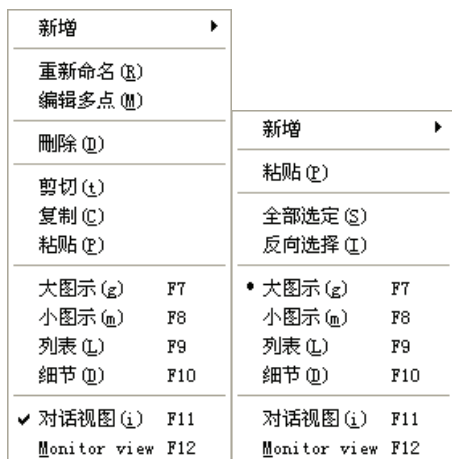
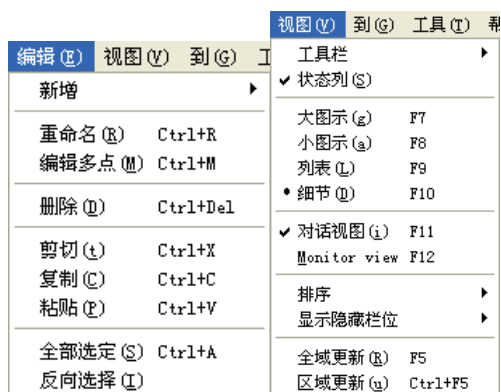

图 3-16 右键快捷选项
图 3-17 编辑与视图选项
欲进行进一步的编辑时，可在项目管理区或编辑工作区的某项目上右击鼠标，出现的快捷选项中如图 3-16 所示。也可由菜单工具栏的编辑 (E) 与视图 (V) 选项中操作，如图 3-17。说明如表 3-3 与表 3-4。